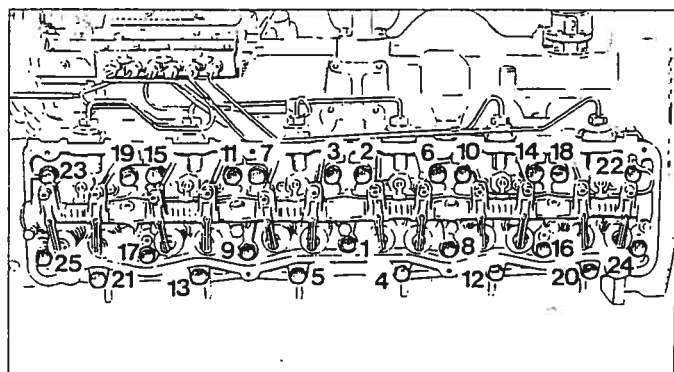

Fig. 8 Rekkefølgen for tiltrekning av boltene i topplokket
4. Trekk til boltene i topplokket i riktig rekkefølge, se fig. 8. Trekk